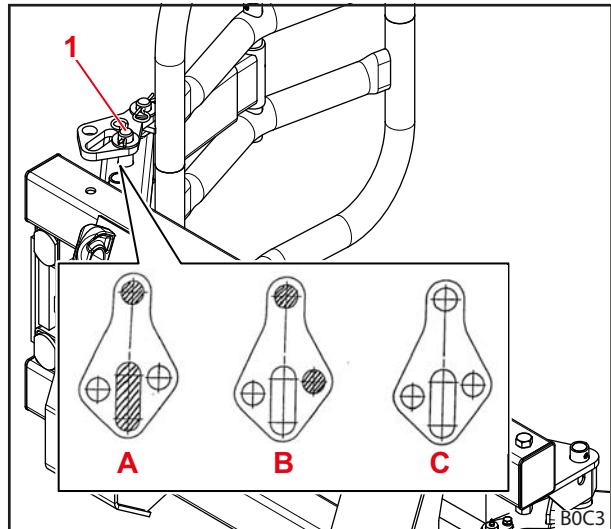

Fig. 46 Indstilling af griberafstand til ballebredde eller ballediameter (griber til venstre)
- For rundballer med en diameter mindre end 1,5 m skal kulissens bolt sættes gennem langhullet (se hulmønster A i Fig. 46).
- For rundballer med en diameter fra 1,5 m skal kulissens bolt sættes gennem hullet med kort afstand (se hulmønster B i Fig. 46).